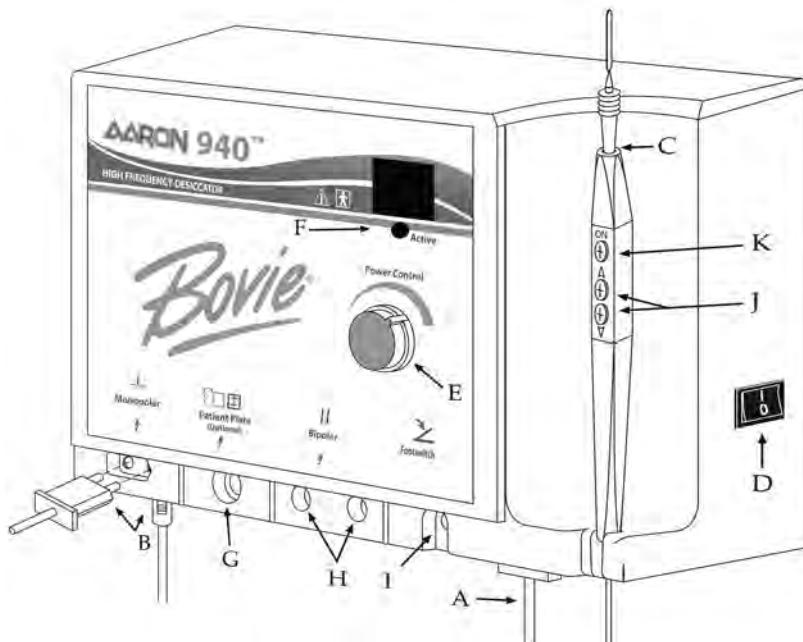

Figura 2
2. Inserire l'estremità femmina del cavo di alimentazione nella base dell'unità (vedere la figura 2, lettera A).
4. Inserire il manipolo nell'uscita monopolare in basso a sinistra nella parte anteriore dell'unità (vedere la figura 2, lettera B). La spina è progettata in modo da poter essere inserita in una sola direzione. Inserire il connettore rotondo di dimensioni minori sul manipolo nella presa posta sul fondo dell'unità (vedere la figura 2, lettera B).
5. Far scivolare l'elettrodo standard nel manipolo fino a quando non sia saldamente alloggiato (vedere la figura 2, lettera C). Il manipolo accetta la maggior parte degli elettrodo standard da $\frac{3}{32}$ ".
7. Attivare l'alimentazione dell'unità utilizzando l'interruttore posto sul pannello alla destra dell'unità (vedere la figura 2, lettera D).
8. Impostare l'uscita di alimentazione utilizzando il quadrante posto nella parte anteriore dell'unità (vedere la figura 2, lettera E) o, solo sull'unità Aaron 940™, i pulsanti su e giù sul manipolo (vedere la figura 2, lettera J). Quando si esegue la regolazione del livello di alimentazione col manipolo, viene emesso un segnale acustico ad indicare la modifica del livello di alimentazione. Premendo e tenendo premuti i pulsanti su o giù si provoca la variazione delle impostazioni dell'alimentazione con maggiore rapidità per una rapida regolazione delle impostazioni di uscita. L'uscita dell'alimentazione è visualizzata in incrementi di "0,1" watt sotto i 10 watt e in numeri interi da 10 a 40 watt.
9. Per attivare l'unità, rimuovere il manipolo dalla custodia. Porre il manipolo nella posizione desiderata e premere il pulsante di attivazione (vedere la figura 2, lettera K). Quando l'unità è attivata, viene emesso un segnale acustico e la luce blu di attivazione si illumina (vedere la figura 2, lettera F).
10. Per utilizzare la piastra opzionale di messa a terra col cavo (A802EU), inserire la spina del cavo nell'uscita della piastra di messa a terra (vedere la figura 2, lettera G) e collegare l'altra estremità nella piastra di messa a terra. La piastra deve essere posta sotto il paziente, in un punto in cui l'intera piastra sia ricoperta dalla cute nuda.
11. Per utilizzare il cavo bipolare opzionale (A827EU), inserire le spine nelle uscite bipolarì (vedere la figura 2, lettera H). Il cavo è quindi inserito nelle prese. Una porta scorrevole dietro le uscite monopolari e bipolarì impedisce all'utente il loro uso contemporaneo.
12. L'interruttore a pedale opzionale è inserito nell'uscita dell'interruttore a pedale ed è posto sul pavimento (vedere la figura 2, lettera I). L'interruttore a pedale può essere utilizzato con procedure monopolari e deve essere utilizzato con procedure bipolarì.